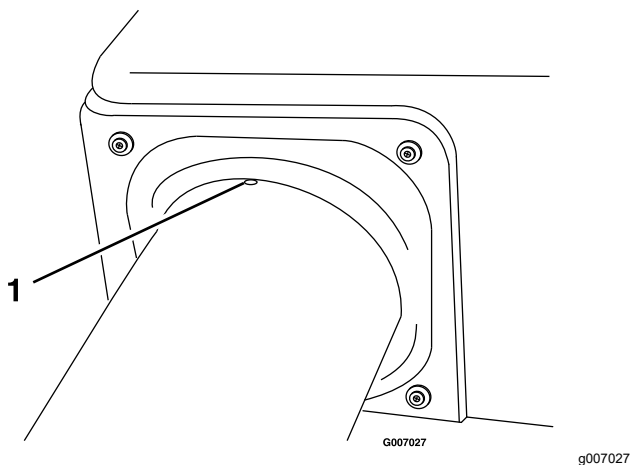

Figura 16
7. Alinee el resalte del tubo superior con el extremo de la junta de la tolva y céntrelo entre los 2 tornillos (Figura 16).